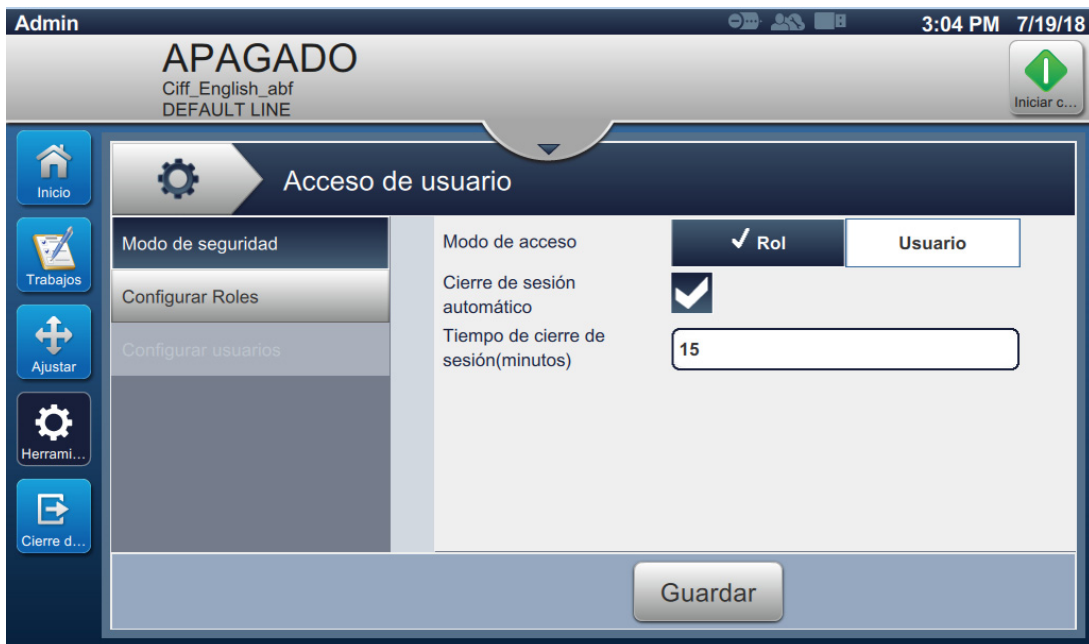

Figura 6-18. Acceso de usuario
1. Pulse el botón  de la pantalla Herramientas. Se abrirá la pantalla Acceso de usuario, como se muestra en la Figura 6-18.